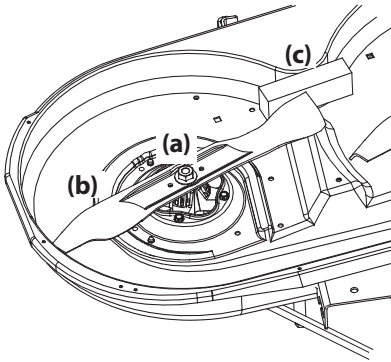

Figure 4-17
2. Use a 15/16" wrench to hold the hex nut (a) securing the blade (b). A block of wood (c) may be placed between the deck housing and the cutting edge of the blade (b) to help in breaking loose the hex nut (a) securing the blade. See Figure 4-17.
- 2. Avec une clé de 15/16es de po, tenez l'écrou à six pans sur le haut de la fusée en desserrant l'écrou à six pans (a) qui retient la lame (b). Une cale en bois peut être placée entre l'habitacle du plateau de coupe et le tranchant de la lame (b) pour dégager l'écrou à six pans (a) qui retient la lame. Voir la Figure 4-17.